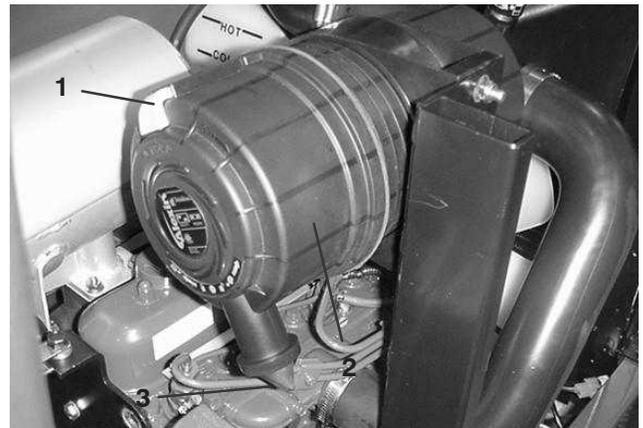

Figure 44
1. Tirez le verrou vers l'extérieur et tournez le couvercle du filtre à air dans le sens anti-horaire (Fig. 44).
5. Montez le couvercle en tournant la valve en caoutchouc vers le bas, à peu près entre les positions 5 heures et 7 heures, vu de l'extrémité (Fig. 44).